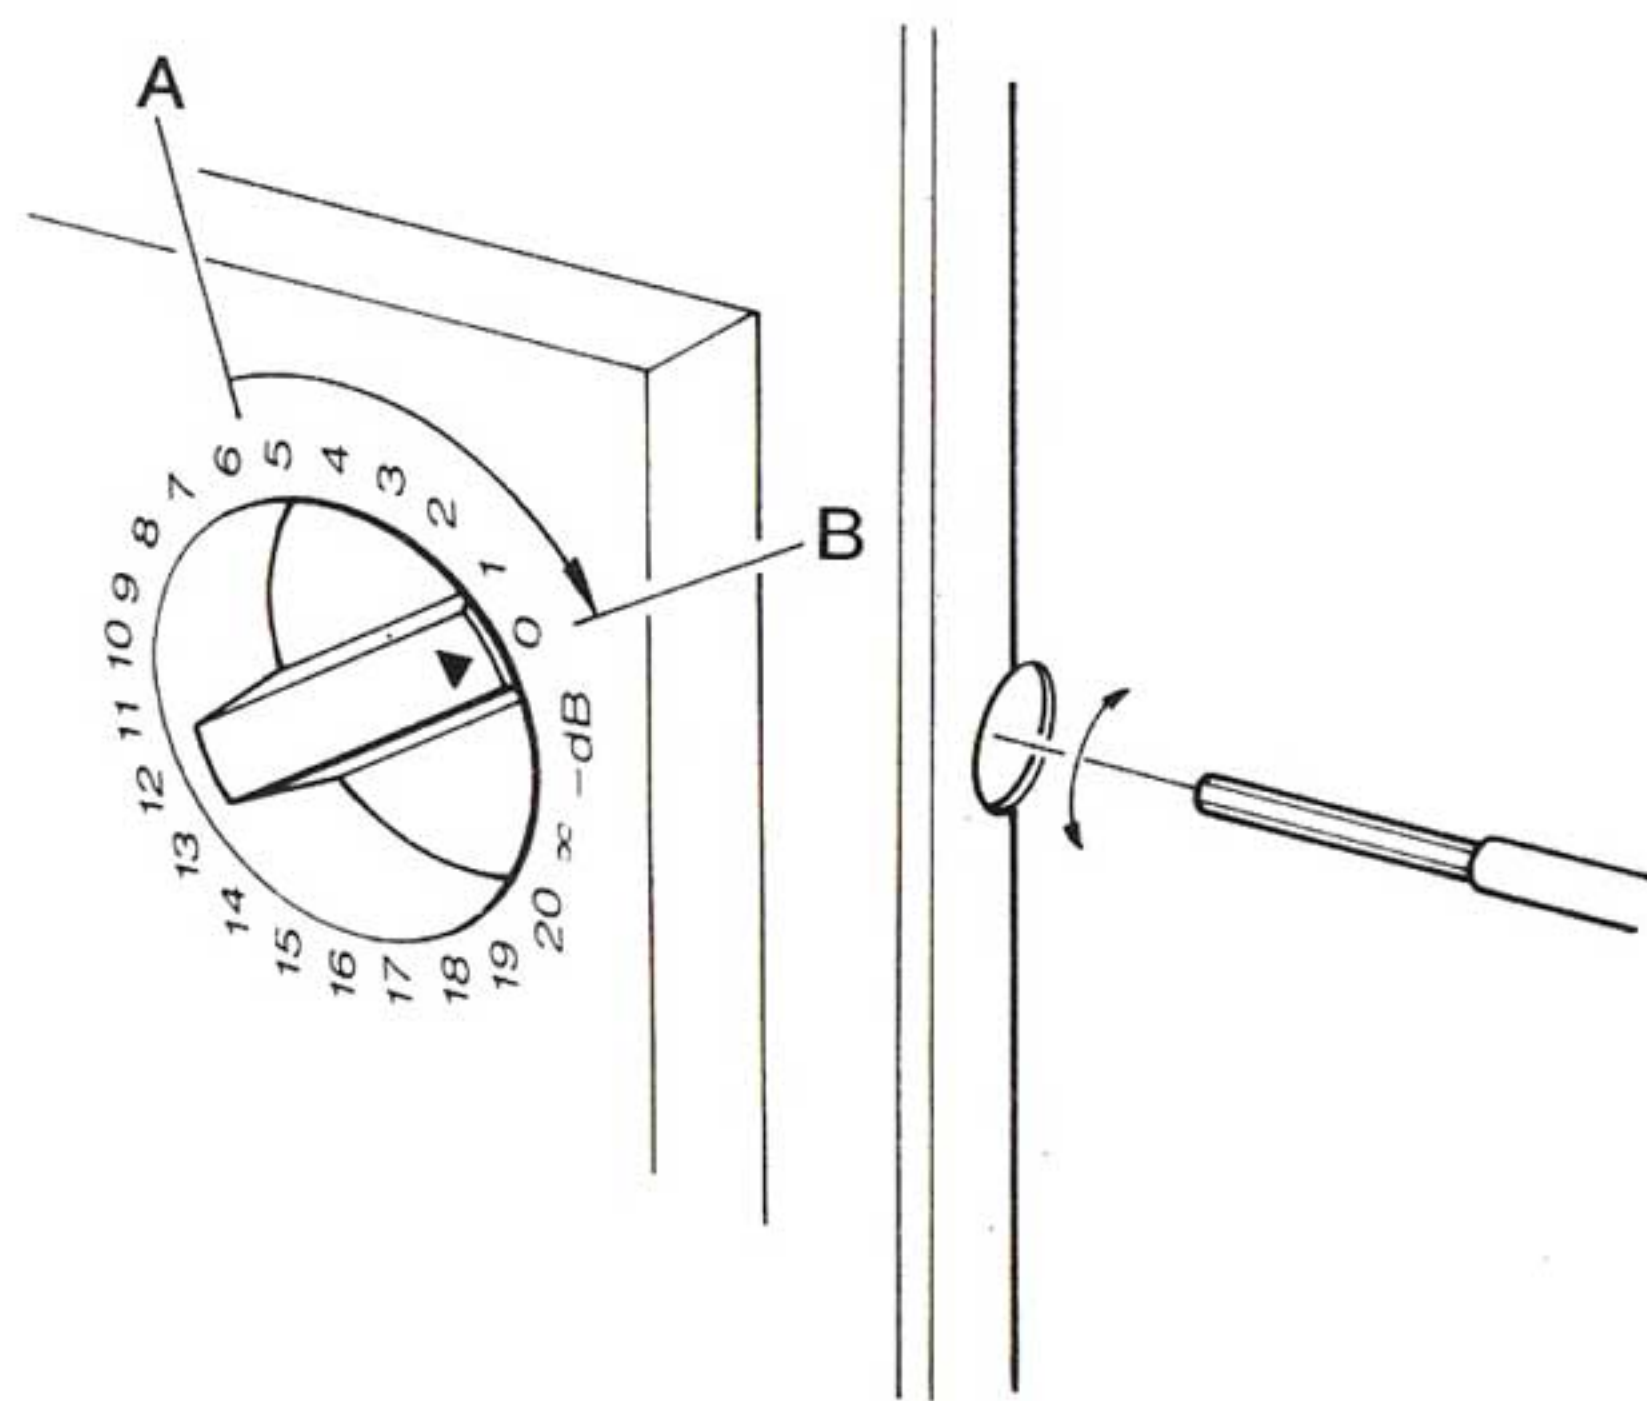

図 3 ツマミ取付図
1. ツマミの▲印を 6dB の位置(図 3 の A の位置)に合わせ、4mm 用六角ドライバでツマミのネジをゆるめます。